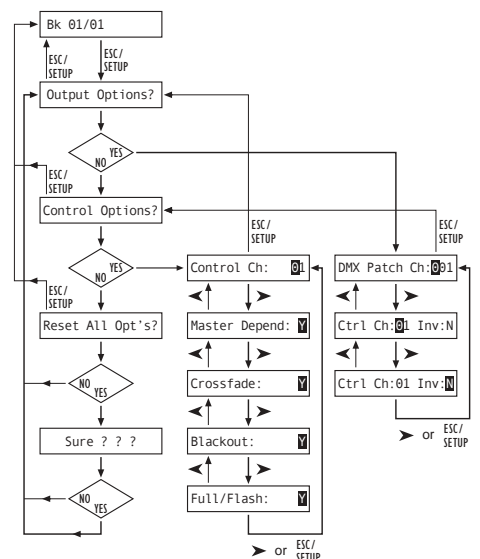

Fig. 4 Structure du menu / Struttura del menu
- 1) Accendere l'unità di comando con l'interruttore POWER (8). Il display indica brevemente "img Stage Line DMX-1440" e il numero della versione del software. Quindi si vede nella prima riga "Bk01 01/01". Dalla banca delle memorie 01 viene chiamata la scena 01 (vedi cap. 6).
- 2) Con il tasto ESC/SETUP (21) chiamare il menù di configurazione. Tuttavia, questa funzione non può essere chiamata durante lo svolgimento o la programmazione di una sequenza. La struttura del menù è rappresentata in fig. 4.
- a) Per assegnare gli indirizzi DMX (cap. 4.4.1) premere il tasto numerico 12/YES (2) [indicazione "DMX Patch"] oppure
- b) per stabilire le opzioni dei canali di comando (cap. 4.4.2) premere il tasto 11/NO (2) – indicazione "Control Options? Y/N". Per confermare premere il tasto 12/YES oppure, per tornare alla funzione di reset, (capitolo 4.4.3), il tasto 11/NO.